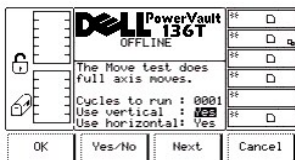

図 101. Service > Library > Diags > Picker > Move > Use Axes ダイアログ
- 1 **Next** ソフトキーの下にあるボタンを押すと、リスト中の次のフィールドがアクティブフィールドになります。図 101 を参照してください。